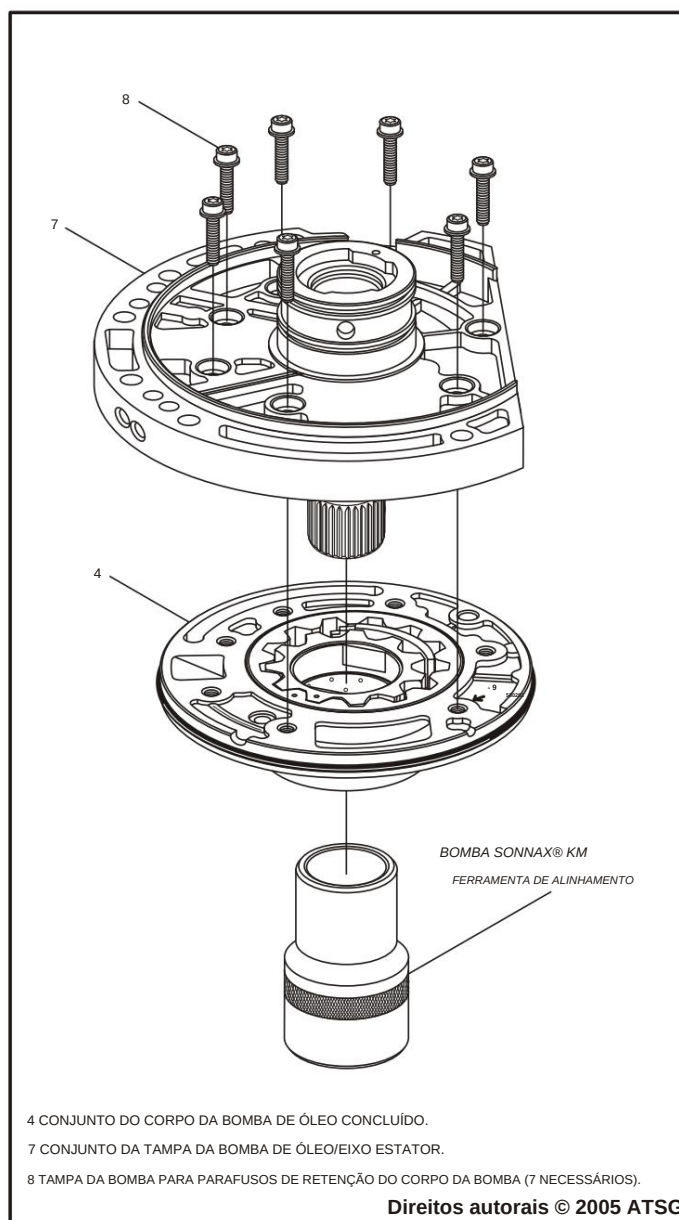

Figura 135
9. Instale a ferramenta de alinhamento da bomba através da bucha, conforme mostrado na Figura 135, e coloque o conjunto completo do corpo da bomba de óleo em uma superfície plana.
10. Instale a tampa da bomba de óleo através e dentro da ferramenta de alinhamento da bomba, conforme mostrado na Figura 135.
11. Instale a bomba de óleo nos parafusos de retenção da tampa da bomba, conforme mostrado na Figura 135.